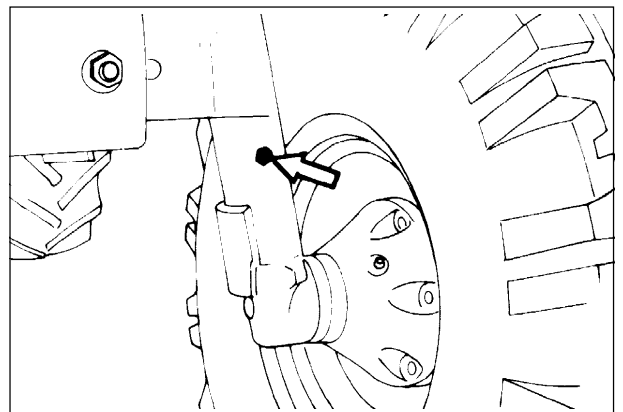

Fig. 63. Pivotes.
- Fig. 63 - Pivots do eixo dianteiro com duas rodas motrizes. Injecte massa do tipo indicado (dois lubrificadores).